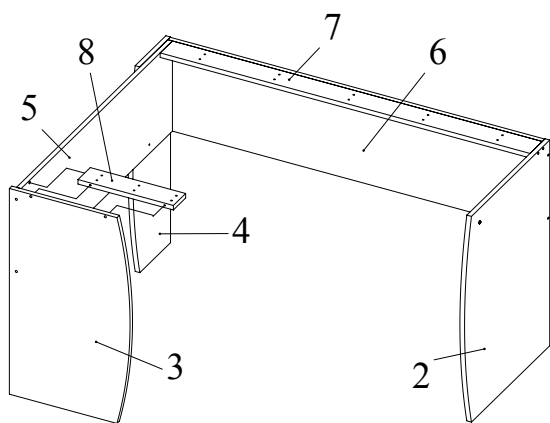
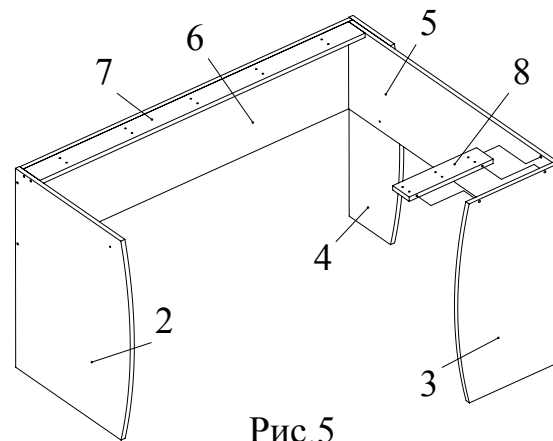

Рис.4
Рис.5
4. Планку 8 прикрепить конфирматами 7х50 к деталям 3, 5; планку 7 прикрепить конфирматами 7х70 к деталям 4, 5 и конфирматами 7х50 к деталям 2, 6 (Рис.4, в зеркальном исполнении – Рис.5).